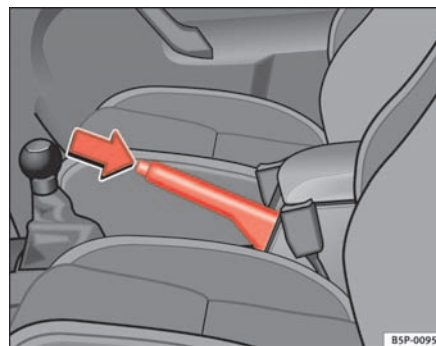

Fig. 141 Il freno a mano, ubicato tra i due sedili anteriori
- Tirare la leva del freno a mano verso l'alto ⇒ pag. 176, fig. 141.
- Tenendo premuto (nella direzione indicata dalla freccia ⇒ pag. 176, fig. 141) il tasto di sblocco, spostare prima la leva leggermente verso l'alto e poi abbassarla del tutto ⇒ .